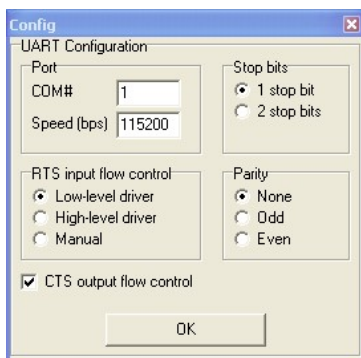

Рисунок 9.
- 1.10. Соединение произойдет автоматически, либо его надо активизировать через менеджер Bluetooth. В случае успешного соединения на плате SBT_COM должен загореться зеленый светодиод, а в первом окне терминала появится двоичное служебное сообщение (Рисунок 9).
- 2.3. Проверить и при необходимости изменить настройки соединения в меню “Configuration/Transport Layer” (Рисунок 9).